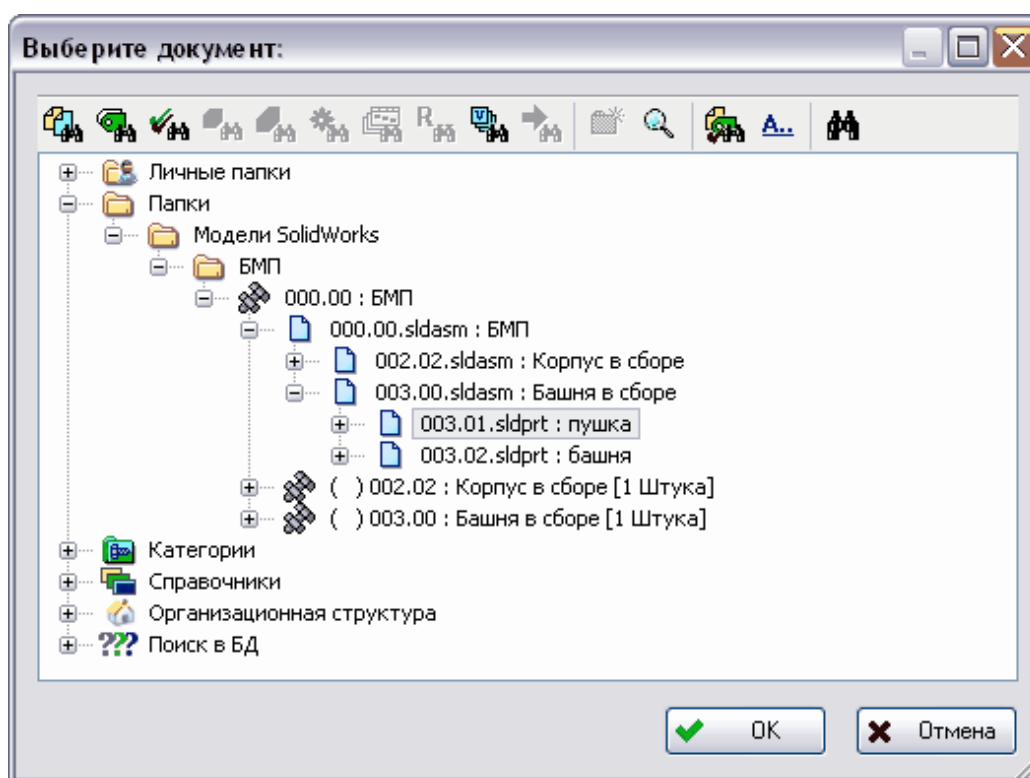

Рис. 46
5. Раскройте дерево документов и выберите документ для редактирования, например, модель **003.01.sldprt : пушка** (Рис. 46).